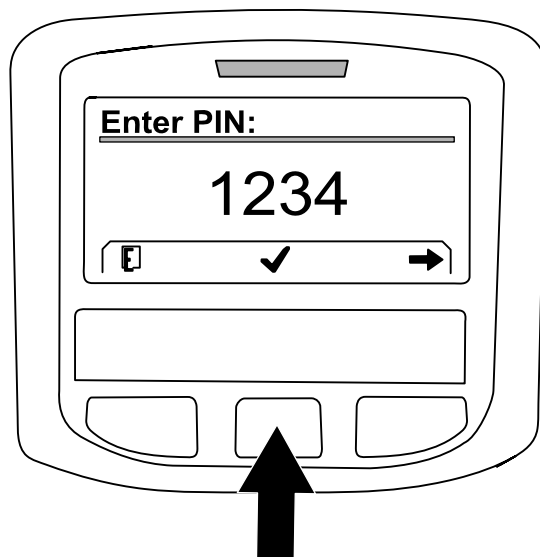
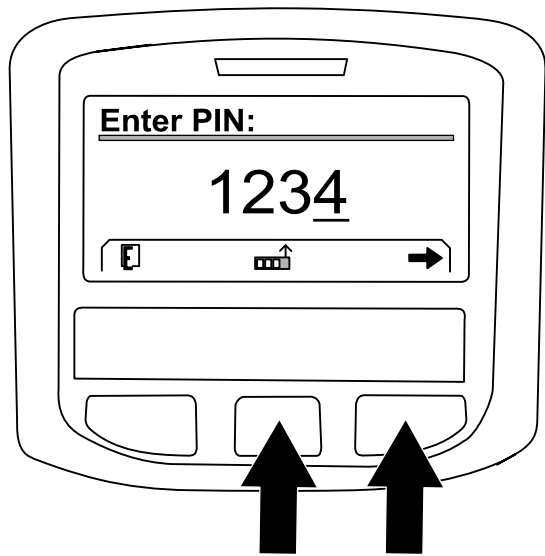

図 228
図 227
- A. 必要に応じて中央ボタンを何度か押して PIN コード画面の左端のケタに数字を入れる 図 227。
- B. 右ボタンを押して PIN コード画面の左から2番目のケタに移る 図 227。
- D. 全部の数字を入れ終わったら、右ボタン 図 227 を押し、さらに中央ボタンを押して PIN コード画面に入る 図 228。